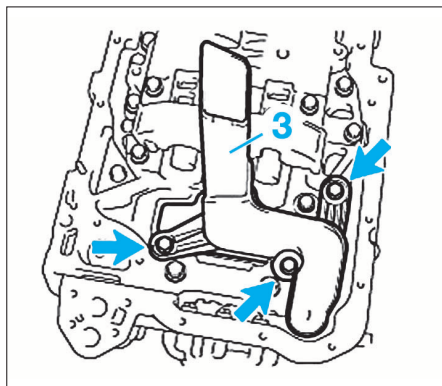

FIG. 31
- Déposer la crépine d'huile (3) (fig. 31).